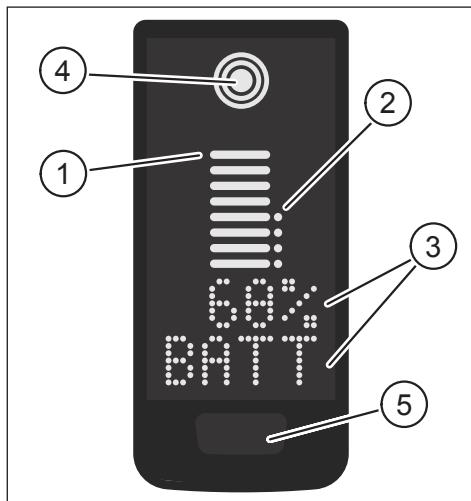
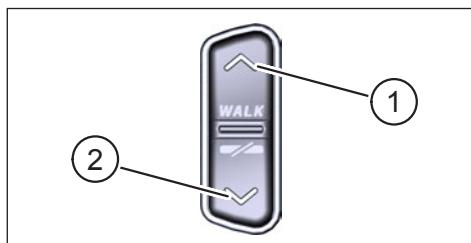

Fig. 1: Bedienings- en weergave-elementen op het Display
Fig. 2: Bedieningselementen op de Remote
| Pos. in Fig. 1 | Beschrijving |
| Pos. in Fig. 2 | Beschrijving |
- ▶ Houd de regeltoets op het Display (Pos. 5 in Fig. 1) en de regeltoets DOWN op de Remote (Pos. 2 in Fig. 2) gedurende minstens 5 s ingedrukt.
- Druk **dubberklik** op de bedieningsknop op het Display (Pos. 5 in Fig. 1) om over te schakelen naar de volgende schermweergave.
- Door op de knop DOWN op de Remote te drukken (Pos. 2 in Fig. 2)